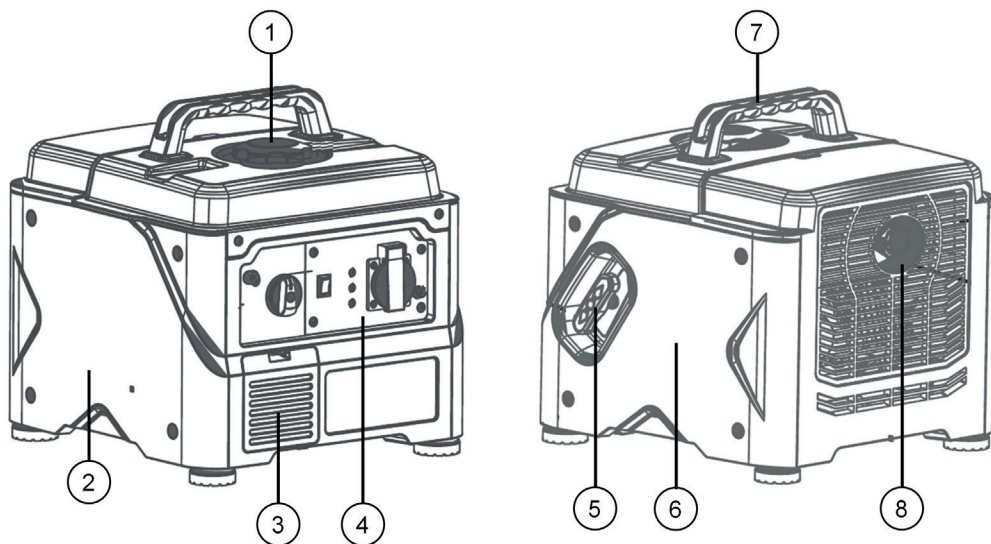

Рис. 1
2. Открутите 4 винта крепления и снимите правую крышку сервисного доступа 6 (Рис. 1).
4. Медленно потяните за рукоятку ручного стартера 5 (Рис. 1) до появления ощутимого сопротивления, затем резко дерните рукоятку на себя и, не отпуская, плавно верните ее в исходное положение. Если двигатель не запустился, повторите действие еще раз, пока двигатель не запустится.